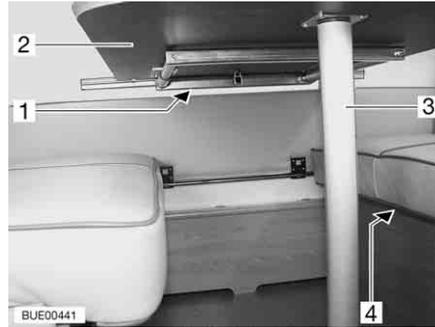
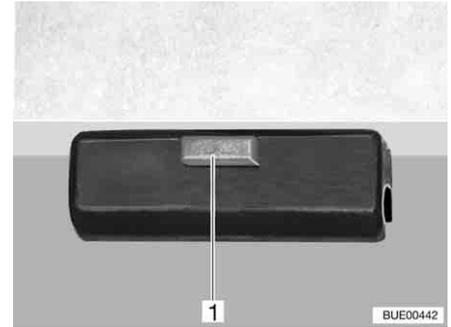

Fig. 93 Transformación en cama
Fig. 94 Bloqueo
- Levantar ligeramente por delante el tablero de la mesa (Fig. 93,2).
- Desatornillar la pata de la mesa (Fig. 93,3) y dejarla a un lado.
- En el bloqueo (Fig. 93,1) pulsar el botón de desbloqueo (Fig. 94,1).
- Colocar el tablero de mesa en los alojamientos (Fig. 93,4) de los bancos de asiento.